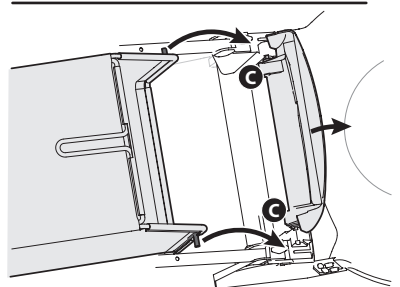

Figura 5
2. Siga los pasos a continuación para ensamblar el colector de césped. Consulte la Figura 5.